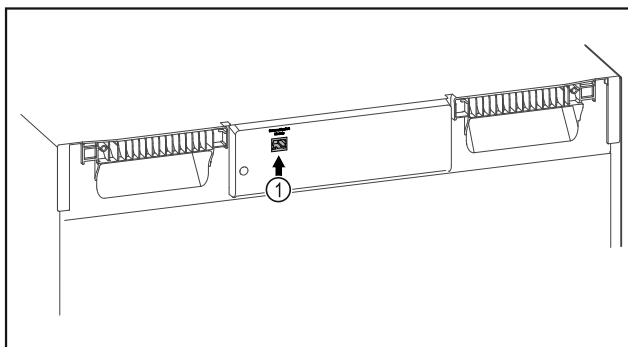

Fig. 154
- ☐ SmartModule Fig. 154 (1) ist eingesetzt.